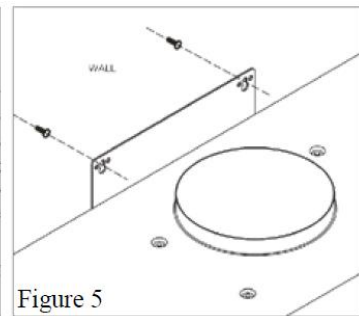

Figure 5
4. Richten Sie die Halterung für die Haubenmontage auf die Schrauben an der Wand aus und haken Sie die Haube wie in Abbildung 5 gezeigt ein. Ziehen Sie die Schrauben an, um die Haube an der Wand zu befestigen.